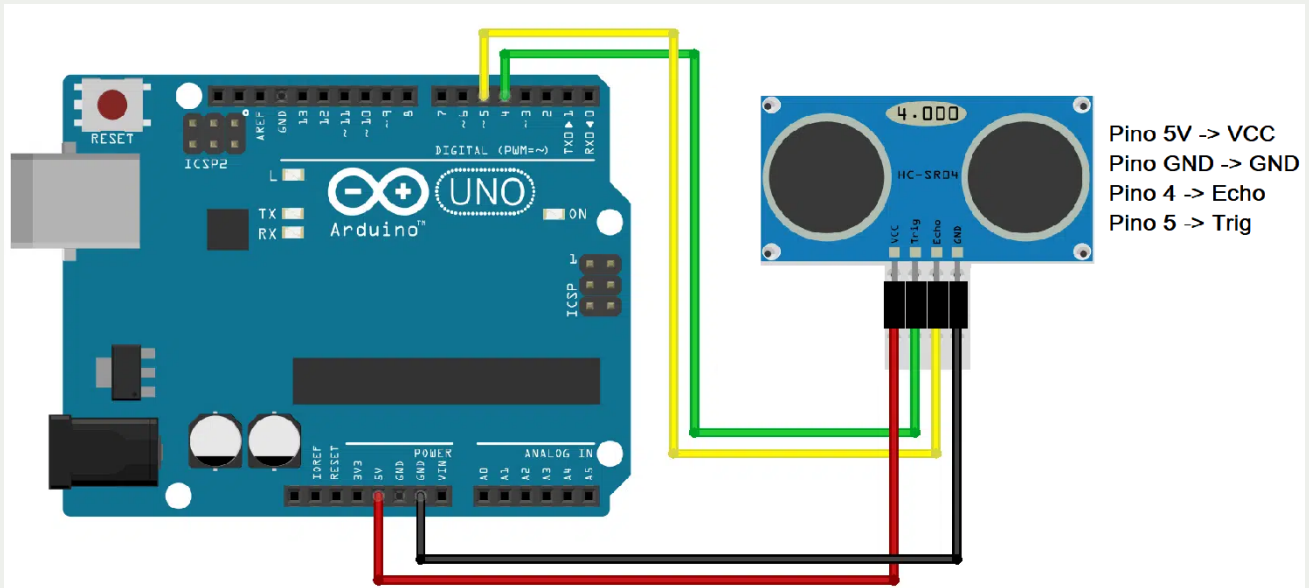

Figura 17: Conexão dos motores.
**1** – Com a utilização de jumpers macho-fêmea, conectar os pinos do Arduino aos pinos do sensor ultrassônico, conforme a Figura 17.